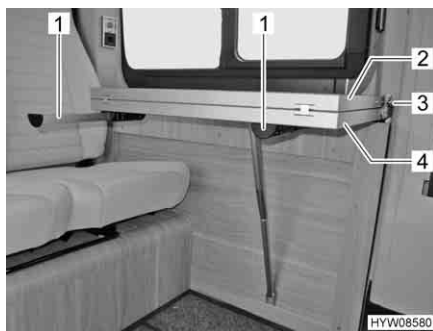

Fig. 25 Tavolo
- Sfilare i due puntelli (Fig. 25,1).
- Sfilare il bottone di sicurezza (Fig. 25,3) e rimuovere la cintura di ritegno dalla prolunga del piano del tavolo (Fig. 25,2).
- Aprire la prolunga del piano del tavolo (Fig. 25,2).
- Ripiegare la prolunga del piano del tavolo (Fig. 25,2).
- Spingere il bottone di sicurezza (Fig. 25,3) della cintura di ritegno sul supporto della prolunga del piano del tavolo.
- Infilare dentro i due puntelli (Fig. 25,1).
- Sollevare leggermente il piano del tavolo (Fig. 25,4) in avanti.